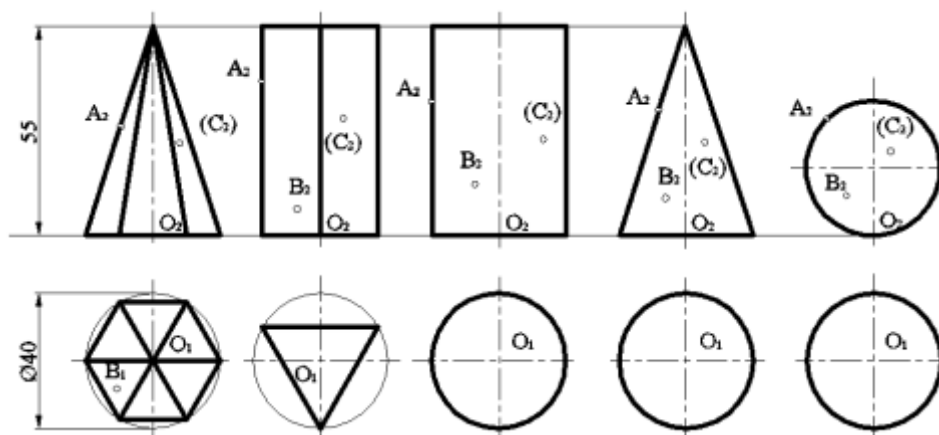

Рисунок 16 - Проекция геометрических тел
2. Проанализируйте положение каждого тела по отношению плоскостей проекций и друг друга, см. рис.16;
2. На формате А4 выполнить аксонометрию группы тел согласно варианту, рис.16.